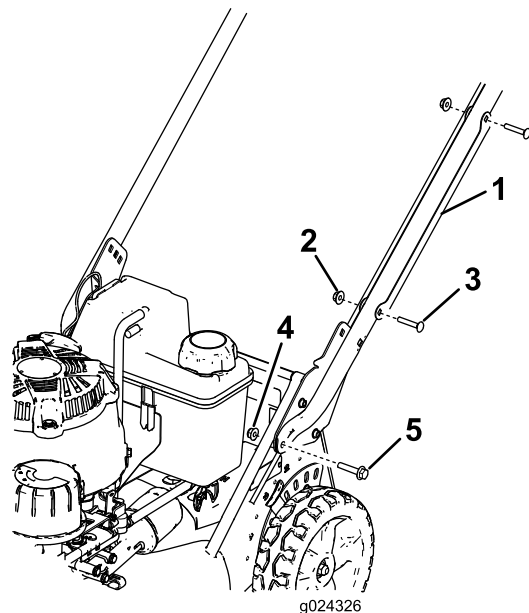

図 3
1. ハンドル **図 3** からケーブルガードを外す。ケーブルガードをハンドルに固定しているキャリッジボルト2本とロックナット2個を外す。
2. モアのハウジングにハンドル端部を取り付ける六角ヘッドフランジボルト5/16 x 1½ インチ2本とフランジナット5/16 インチ2個を使って **図 3** のように取り付ける。
- ケーブルガードをハンドルに位置決めする**ケーブルがガードの内側になるようにして**、先ほど外したキャリッジボルト2本とロックナット2個でガードをハンドルに取り付ける **図 3**。